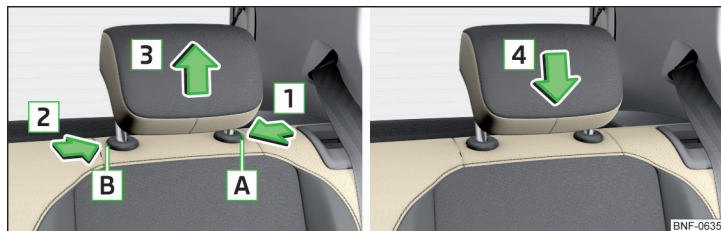

Abb. 56 Kopfstütze hinten herausnehmen/einsetzen
- › Die Sicherungstaste **A** in Pfeilrichtung **1** halten, gleichzeitig mit dem Fahrzeugschlüssel die Sicherungstaste in der Öffnung **B** in Pfeilrichtung **2** drücken und die Stütze in Pfeilrichtung **3** herausnehmen » Abb. 56.